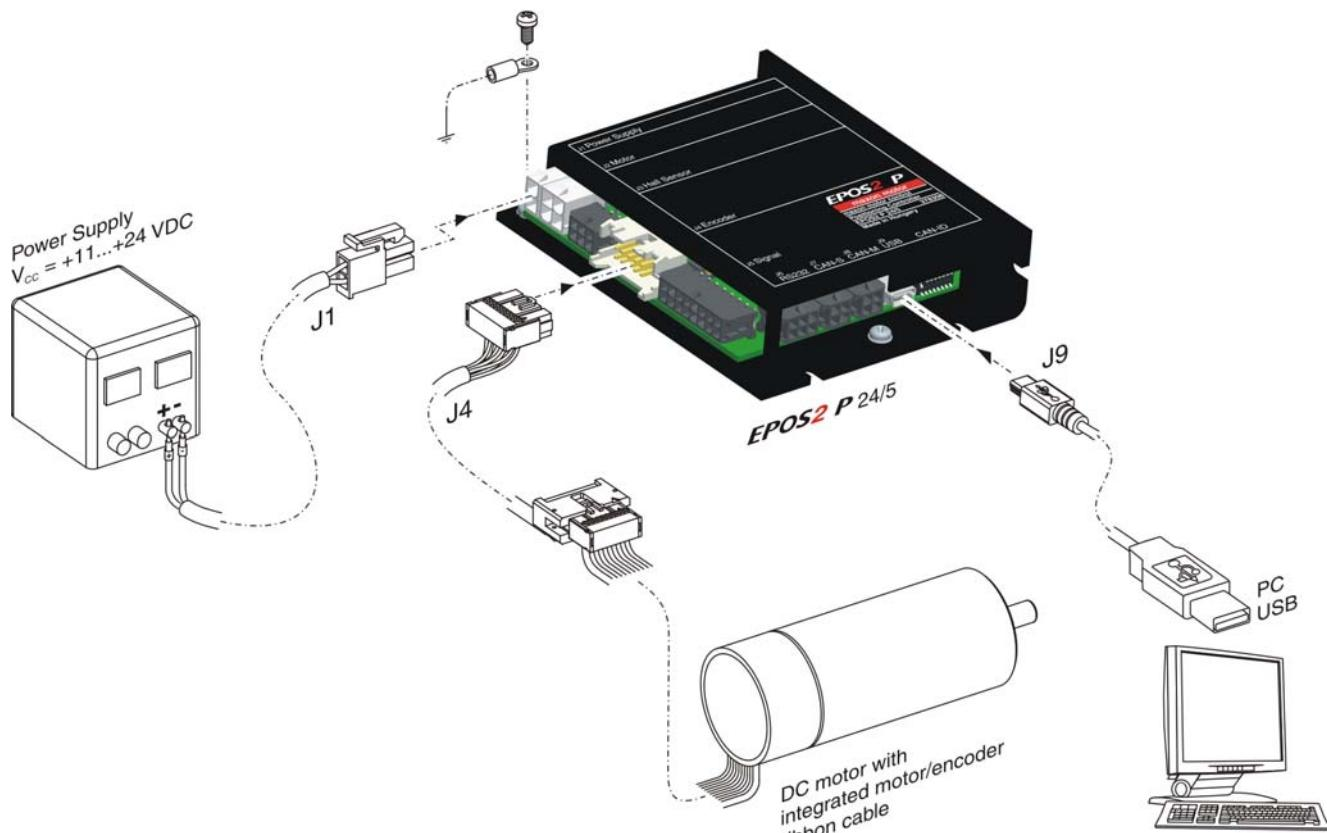

図 3-6 最小限の配線：モータ・ケーブルとエンコーダ・ケーブルがフラットケーブルで統合された maxon DC motor (ブラシ付きモータ)
- 2) 下表および下図をご参考に配線作業を行って下さい。 (→ 表 3-7 および 図 3-6)